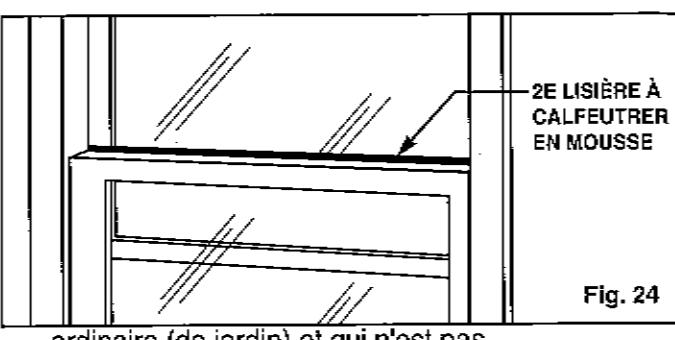

Fig. 24
- Coupez la deuxième bande mousse afin qu'elle s'ajuste adéquatement à l'ouverture entre le haut de l'intérieur et de l'extérieur de la fenêtre. Voir Fig. 24.